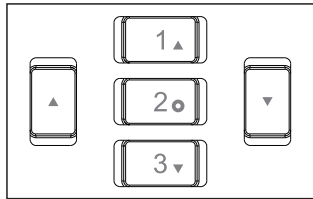

Figura 1-6
1. Selezione rapida della temperatura: durante il normale funzionamento, premere a breve il seguente tasto "1 o 2 o 3" (come mostrato nella Figura 1-6), è possibile selezionare rapidamente temperatura e flusso aria memorizzati nel canale "1 o 2 o 3" Valore fisso.